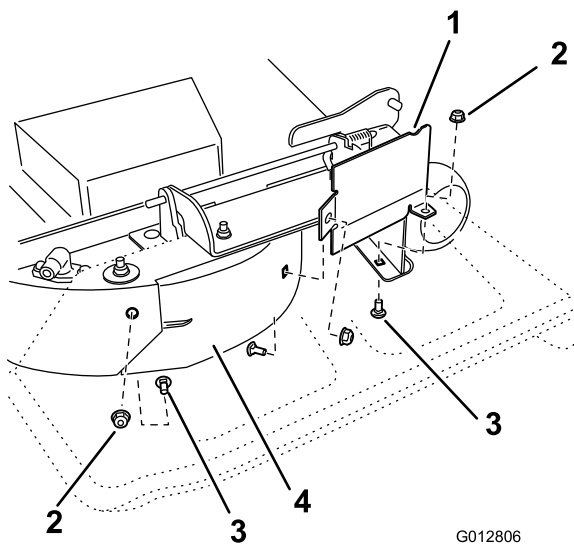

Figura 33
8. Rimuovete il bullone a testa tonda (5/16 x 3/4 pollice) e il dado di bloccaggio (5/16 pollice) che fissano il deflettore al lato posteriore del piatto di taglio (Figura 33).
9. Localizzate la protezione del deflettore davanti all'apertura di scarico laterale. Rimuovete gli elementi di fissaggio che assicurano la protezione del deflettore e il deflettore destro al piatto di taglio come illustrato nella Figura 33. Rimuovete la protezione del deflettore e conservate gli elementi di fissaggio.